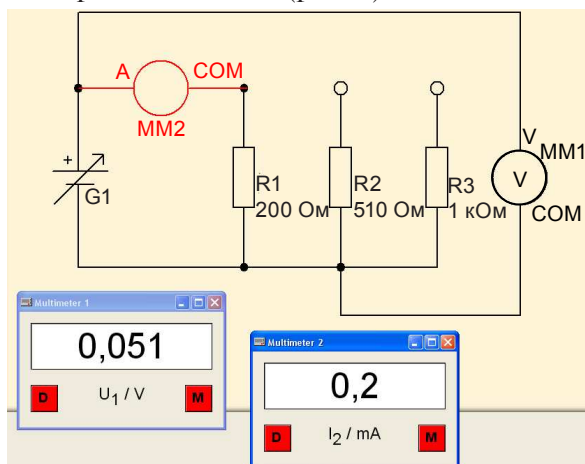

Рис. 5. Подключение мультиметра 2 в режиме амперметра
12. Подключить мультиметр 2 в режиме амперметра, как показано на электрической схеме (рис. 5).